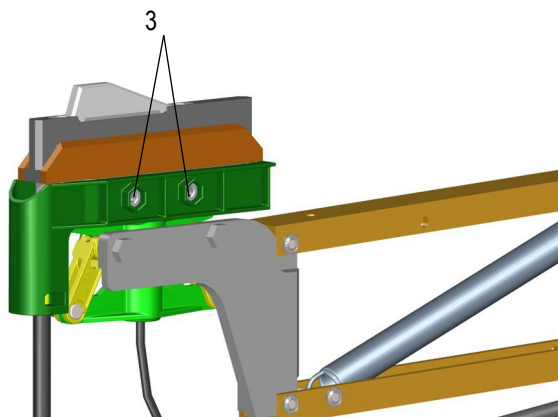

Abb. 69: Schrauben lösen
→ Beide Innensechskantschrauben (3) anziehen (siehe Abb. 69).